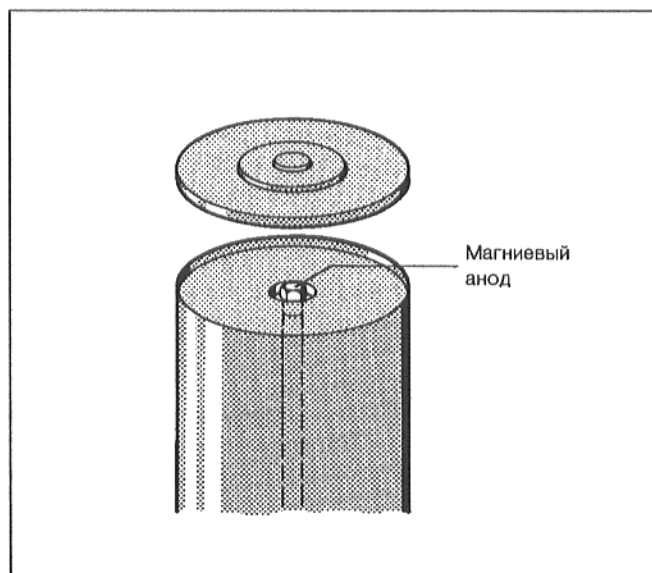
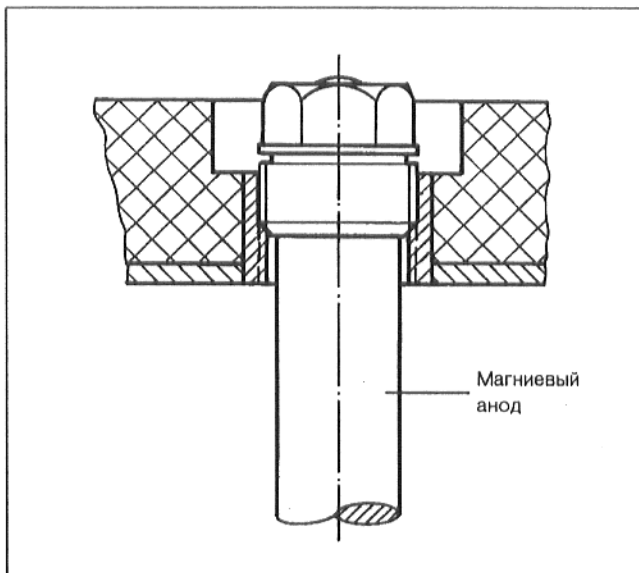
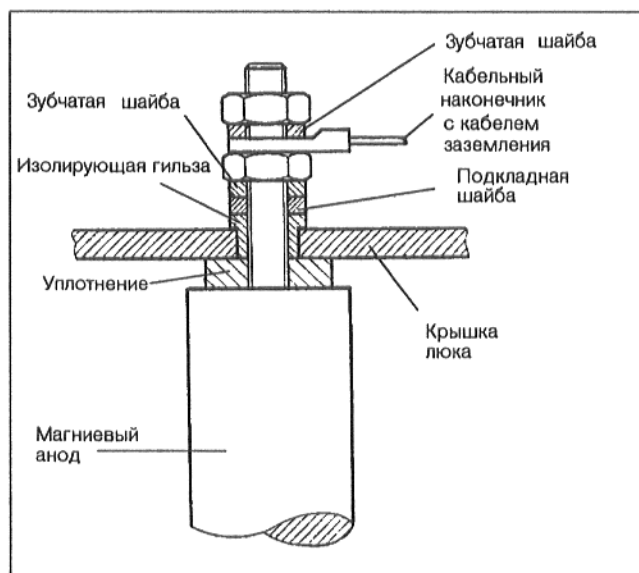

Рис. 10 – SU 160 / 200
Рис. 12 – SU 160 / 200
Рис. 13 – SU 300 (SU E 300)
- Проверить, обеспечивает ли установка магниевого анода электрическое соединение между анодом и баком бойлера (Рис. 10).
- Закрыть подающую линию холодной воды, открыть слив бойлера (EL). Для удаления воздуха открыть расположенный на более высоком уровне водозаборный кран.
- Снять магниевый анод и проверить степень износа анода (SU 160/200, Рис. 10 и Рис. 12).
- Вставить обратно магниевый анод, обеспечить уплотнение (Рис. 12 и Рис. 13)